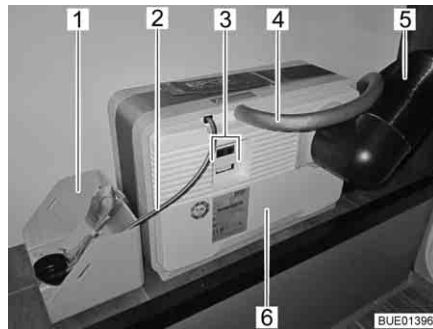
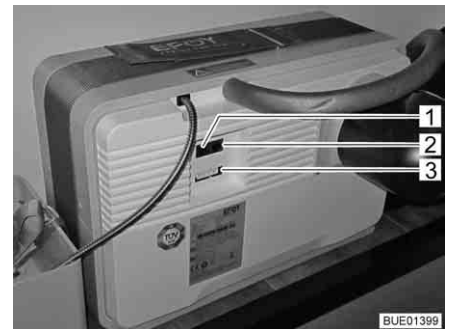
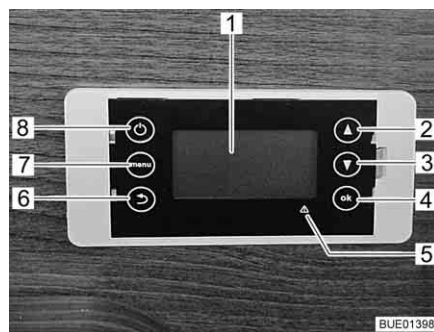

Fig. 173 Pila a combustibile con cartuccia del serbatoio
Fig. 174 Campo di collegamento pila a combustibile
Fig. 175 Centralina di controllo per pila a combustibile
La pila a combustibile è composta da diversi componenti che sono montati nel gavone di coda (Fig. 173) e da una centralina di controllo (Fig. 175) posto nel vano abitabile.
Sulla pila a combustibile (Fig. 173,6) si trovano:
- il collegamento per il tubo di scarico (Fig. 173,4) o l'apertura di rifornimento per il fluido di servizio
- il condotto del calore disperso (Fig. 173,5)
- collegamenti elettrici (Fig. 173,3) con interfaccia dati (Fig. 174,2), collegamento dell'apparecchio (Fig. 174,3) e collegamenti per il pannello di controllo (Fig. 174,1)
Alla pila a combustibile appartiene una cartuccia del serbatoio che viene collegata tramite il relativo collegamento (Fig. 173,2) alla pila a combustibile (Fig. 173,6).
La cartuccia del serbatoio è fissata al rispettivo supporto (Fig. 173,1).
La pila a combustibile carica automaticamente le batterie del vano abitabile non appena la loro tensione scende sotto i 12,3 V e la pila a combustibile viene attivata tramite il tasto On/Off (acceso/spento) (Fig. 175,8).
Il display (Fig. 175,1) della centralina di controllo è a quattro righe.
Il tasto Menu (Fig. 175,7) consente di richiamare il menu principale:
In caso di guasti l'indicazione di guasto in rosso (Fig. 175,5) si accende e sul display viene visualizzato un avviso. L'avviso contiene un codice di errore e indicazioni sulle possibili soluzioni del guasto.